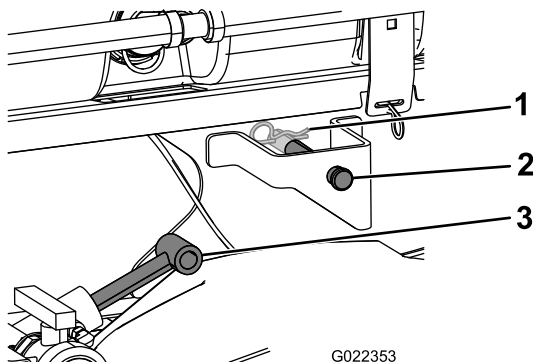

Figura 9
3. Estendete i cilindri di sollevamento fino alle staffe sul telaio di supporto del serbatoio e allineate i raccordi dei cilindri con i fori presenti sulle staffe del telaio di supporto del serbatoio (Figura 9).